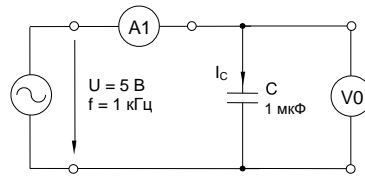

Рисунок 6.10. Схема электрической цепи
- Соберите цепь согласно схеме (рис. 6.10), подсоедините к ней регулируемый источник синусоидального напряжения с параметрами: $U = 5$ В и $f = 1$ кГц.